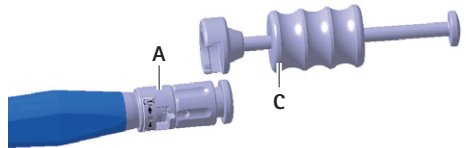

Abb. 5 Schlaghammer an Einsetzinstrument montieren
- Schlaghammer **C** auf Einsetzinstrument **A** montieren, siehe Abb. 5.
- ▶ Schlaghammer **B** auf Einsetzinstrument **A** montieren, siehe Abb. 5.